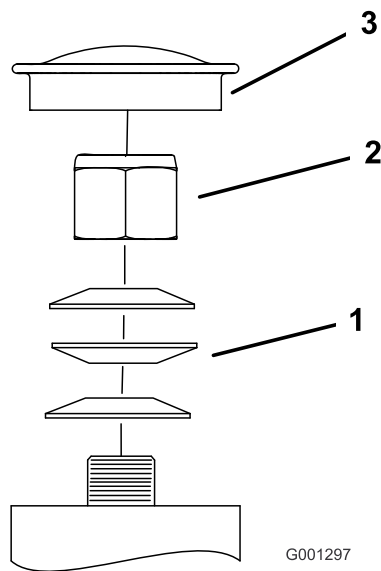

Bild 59
3. Entfernen Sie den Staubdeckel vom Laufrad und ziehen Sie die Sicherungsmutter an (Bild 59).
4. Ziehen Sie die Sicherungsmutter so weit fest, dass die Federscheiben flach liegen und schrauben dann um Viertelumdrehung zurück, um die Lager richtig vorzuspannen (Bild 59).
Wichtig: Achten Sie darauf, dass die Federscheiben richtig eingesetzt sind, siehe Bild 59.
5. Setzen Sie den Staubdeckel auf (Bild 59).